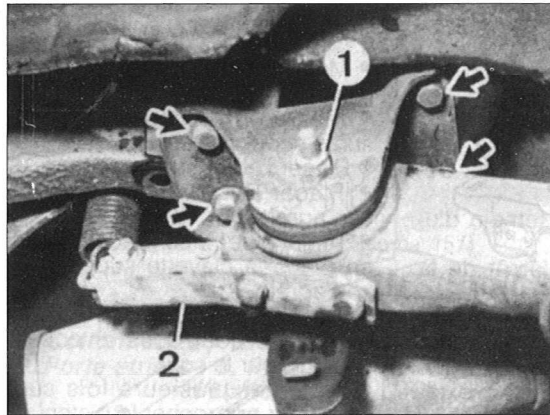

Fig. 77 – Fixações do eixo traseiro
- Desapertar as articulações do eixo na carroçaria (Fig. 77).